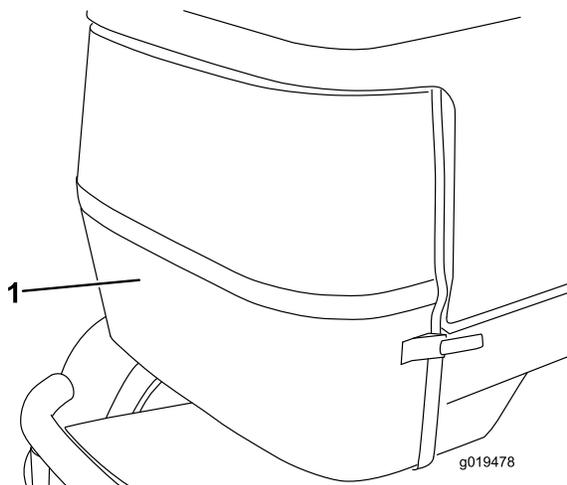

図 70
2. 後部スクリーン（図 70）のラッチをはずして後部を開ける。スクリーンをていねいに清掃する。